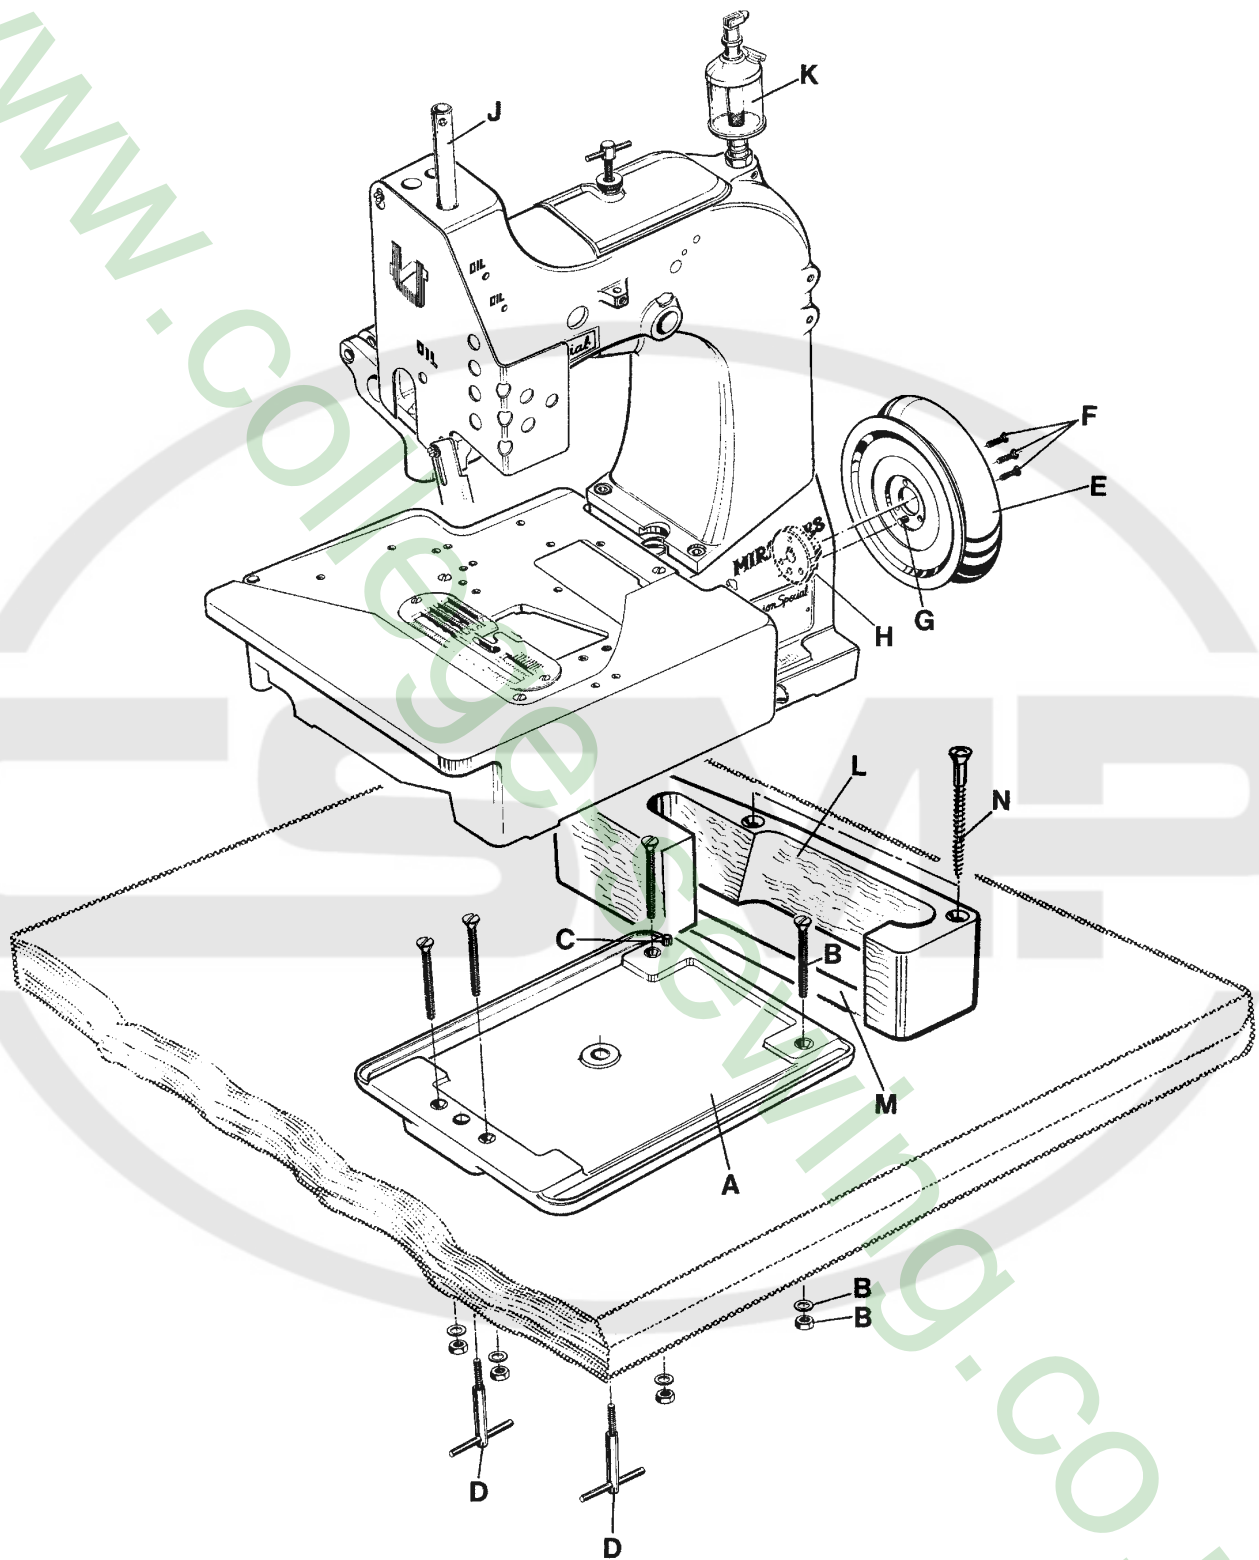

Fig. 1
2. Mount the base plate (A, Fig. 1) with four screws, nuts and washers (B) in the provided holes on the table board.
3. Place the sewing machine on the base plate so that the roll pin (C) in the base plate engages with the right rear hole in the machine base.
4. Fasten the sewing machine with the two T-screws (D) on the base plate.
6. Assemble the handwheel pulley (E) with three countersunk screws (F) to the sewing machine. Pin (G) must engage with the hole in hub (H).
7. Screw in needle bar guard (J).
8. Screw in sight feed oiler (K).
9. Align the handwheel belt guard (L) with the V-belt slot (M) in the table board and fasten it with two wood screws (N) on the table board.
2. Montieren Sie die Grundplatte (A, Fig. 1) mit vier Schrauben, Muttern und Scheiben (B) in den dafür vorgesehenen Bohrungen auf der Nähtischplatte.
3. Stellen Sie die Nähmaschine auf die Grundplatte, so daß die Spannhülse (C) in der Grundplatte in der Bohrung rechts hinten im Maschinensockel eingreift.
4. Befestigen Sie die Nähmaschine mit den beiden Knebelschrauben (D) auf der Grundplatte.
6. Montieren Sie die Handrad-Riemenscheibe (E) mit drei Senkschrauben (F) an die Nähmaschine. Der Stift (G) muß in die Bohrung in der Nabe (H) eingreifen.
7. Schrauben Sie den Nadelstangenschutz (J) ein.
8. Schrauben Sie den Tropföler (K) ein.
9. Richten Sie den Handrad-Riemenschutz (L) zum Keilriemenschlitz (M) in der Nähtischplatte und zur Handrad-Riemenscheibe aus und befestigen Sie ihn mit zwei Holzschrauben (N) auf der Nähtischplatte.